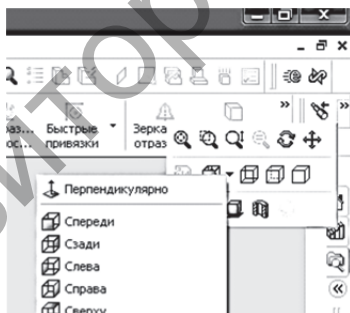
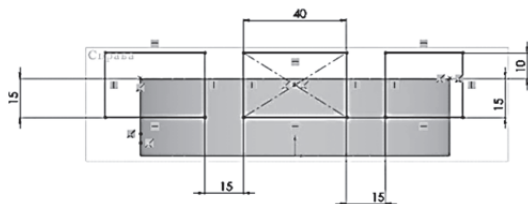
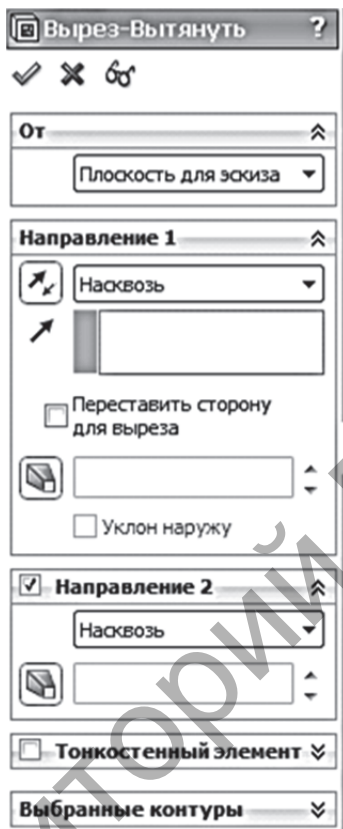

Рисунок 3.6
Рисунок 3.7
Рисунок 3.8
5. В дереве конструирования выберите плоскость «Справа». Установите вид справа с помощью команды «Стандартные виды» → «Вид справа» (рис. 3.6) и перейдите на вкладку «Эскиз», чтобы вернуться к построению эскиза. Создайте эскиз согласно приведённому примеру (рис. 3.7), используя команду «Угловой прямоугольник». Проставьте размеры и выйдите из режима создания эскиза. Выберите команду «Вытянутый вырез» и с помощью панели свойств установите параметры согласно приведённому примеру (рис. 3.8).